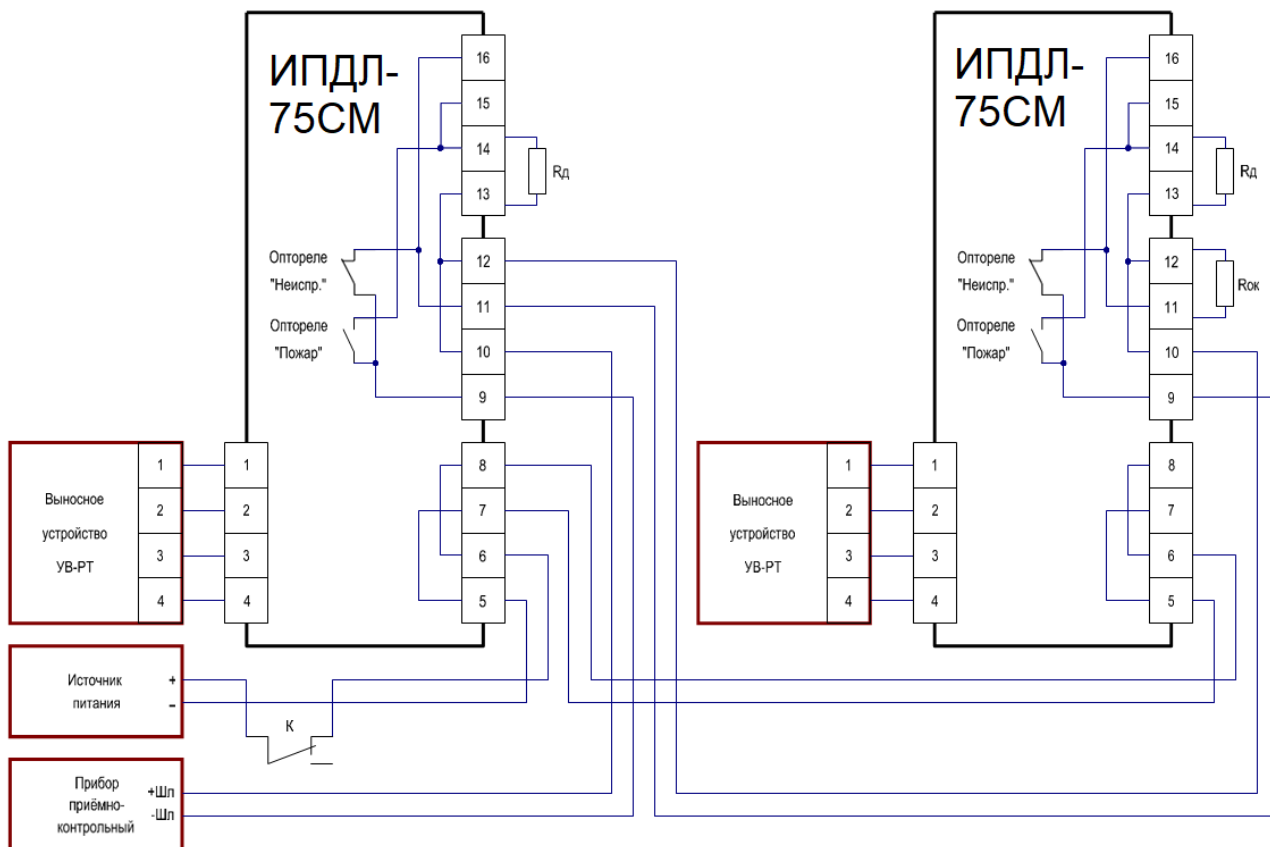

Рисунок 9
3.9.2 Схема с добавочным резистором R_d (рисунок 9). В этой схеме используются нормально-разомкнутые контакты оптореле «Пожар», которые при срабатывании извещателя подключают в шлейф добавочный (дополнительный) резистор R_d параллельно оконечному резистору $R_{ок}$. Движок «2» переключателя приёмопередатчика должен быть выключен. Контакты «К» (кнопка или реле) необходимы для сброса сработавшего состояния извещателя.